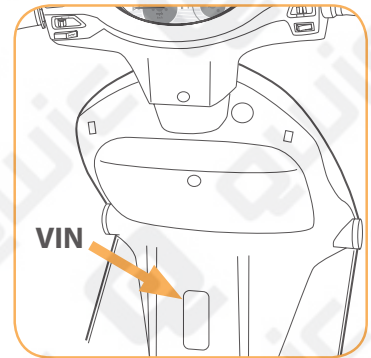

fig. 1.2
2. Op het frame onder het stuur. Wanneer u de zwarte plastic klep onder het stuur verwijdert, kunt u het nummer zien (fig. 1.2)